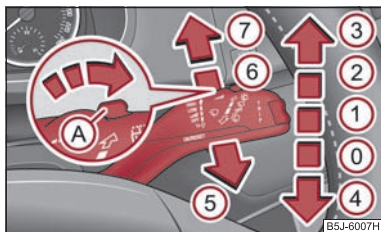

Abb. 43 Scheibenwischerhebel
Der Scheibenwischerhebel ⇒ Abb. 43 hat folgende Stellungen:
- Drücken Sie den Hebel vom Lenkrad weg in die Stellung **6** ⇒ Abb. 43, der Scheibenwischer wischt alle 6 Sekunden.
Zum Reinigen der Scheinwerfer kommt es nach jedem fünften Betätigen der Frontscheibenwaschanlage und wenn das Abblend- oder Fernlicht eingeschaltet ist sowie der Scheibenwischerhebel ca. 1 Sekunde in der Stellung ⑤ ⇒ Seite 53, Abb. 43 gehalten wird.